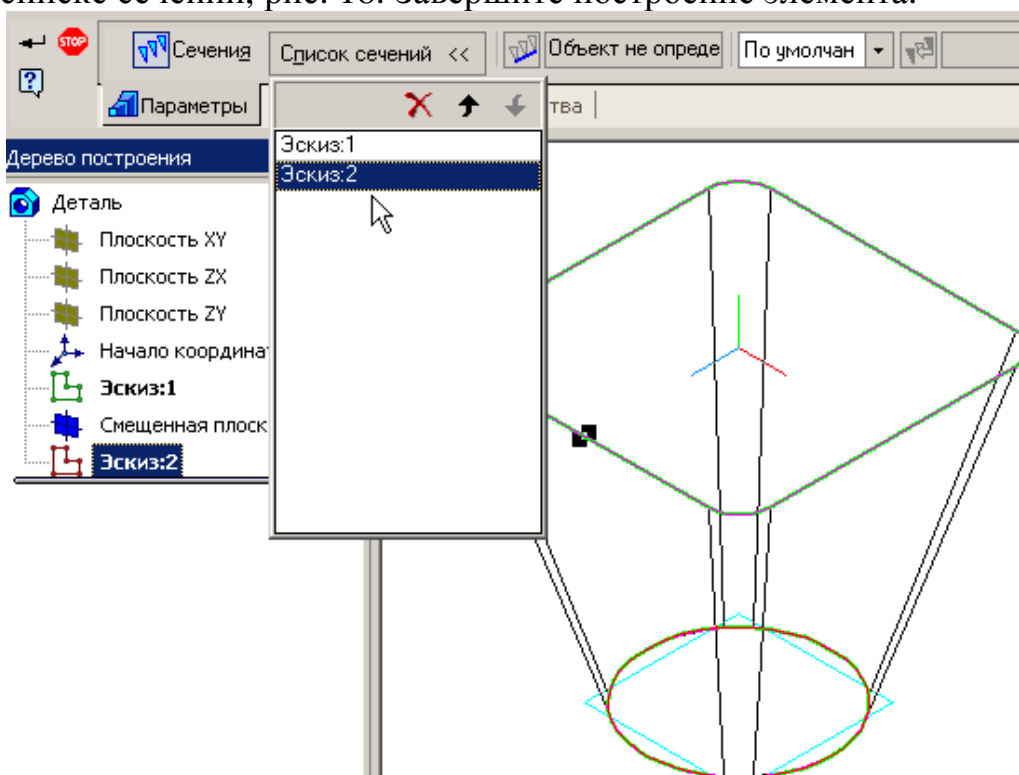

Рис. 18
- Создайте **Смещенную плоскость**  на панели **Вспомогательная геометрия** . Расстояние 100 мм в обратном направлении  от плоскости **ZX**. На смещенной плоскости 1 выполните эскиз в виде окружности произвольной величины (центр окружности совпадает с началом координат), проставьте параметрический размер $\varnothing 40$. Перейдите в режим редактирования детали. Нажмите кнопку **Операция по сечениям**  и курсором в дереве построения выделите эскизы 1 и 2. Они появятся в списке сечений, рис. 18. Завершите построение элемента.